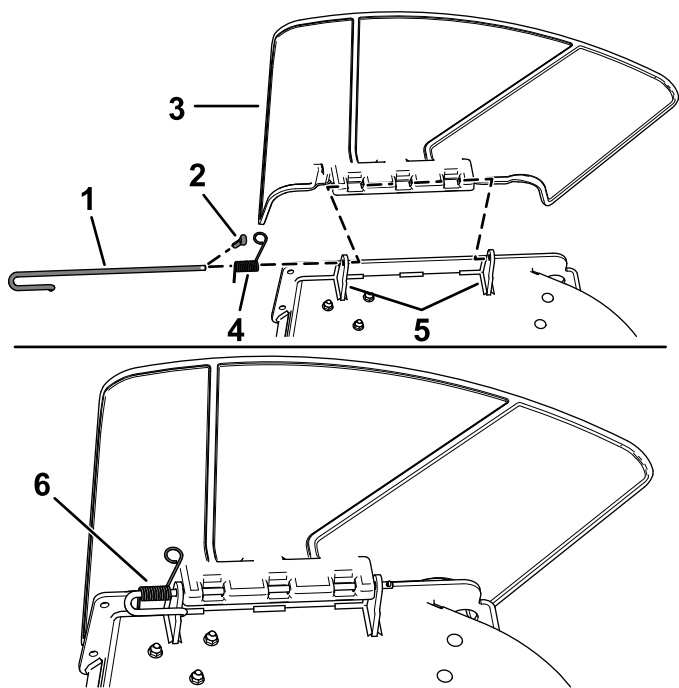

Figura 75
1. Retire el pasador (Figura 75).
2. Desenganche el muelle de la muesca del soporte del deflector, y retire la varilla de los soportes soldados de carcasa, el muelle y el deflector de descarga (Figura 75).
9. Instale el pasador (Figura 75).